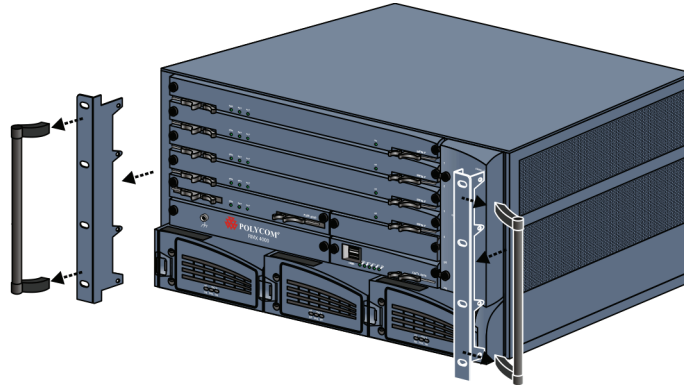

Figura 1-4 Retirar y colocar las ménsulas de 19" y 23"
- 1 La instalación de la RMX 4000 en un bastidor de 23" requiere que primero se retiren de la MCU las manijas y después las ménsulas de 19". Esto se muestra en la Figura 1-4.